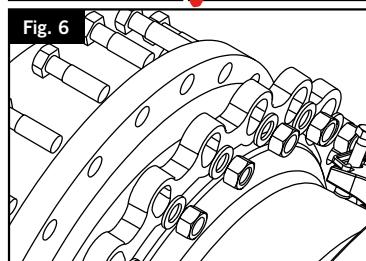

Fig. 6
10) Placez un joint de bride entre les 2 brides de raccordement ( joints de bride NON fournis, Viking Johnson recommande l'utilisation d'un joint IBC (circulaire interne à l'orifice) et assurez-vous qu'il est placé sur la face surélevée de la bride AquaFast. (Voir la figure 6).
8) Beginnen Sie mit dem Zusammenschrauben der 1. Spannbandbaugruppe der Kupplung. Arbeiten Sie nacheinander an jedem Spannband und ziehen Sie jede der drei Spannbandschrauben durch Drehen der Mutter um jeweils eine oder zwei Umdrehungen an, um die Spannbänder in Richtung Rohr zu ziehen (siehe Abb. 6). Schrauben Sie die Zentrierschrauben weiter heraus, um dafür zu sorgen, dass sie die Pinole nicht berühren.
10) Montieren Sie eine Dichtung zwischen die 2 zueinander passenden Flansche (Flanschdichtungen werden NICHT mitgeliefert, Viking Johnson empfiehlt die Verwendung einer Dichtung mit Innenlochkreis (Inside Bolt Circle – IBC) und stellen Sie sicher, dass sie auf der erhabenen Fläche des AquaFast Flansches liegt (siehe Abb. 6).
- 8) Cominciare il serraggio dei bulloni dal gruppo della prima banda di serraggio del bigiunto. Procedendo in modo sequenziale lungo la circonferenza di ciascuna banda di serraggio, serrare uniformemente ognuno dei tre bulloni della banda di serraggio, avvitando ogni dado di uno o due giri alla volta per avvicinare le bande di serraggio al tubo (vedere la Fig 6). Continuare ad allentare i bulloni di centratura per assicurarsi che non entrino in contatto con il corpo.
10) Montare una guarnizione per flangia tra le 2 flange di accoppiamento (le guarnizioni per flange NON sono fornite, Viking Johnson raccomanda l'uso di una guarnizione Inside Bolt Circle (IBC) e assicurarsi che sia posta sopra alla superficie di tenuta della flangia AquaFast (vedere la Fig 6).